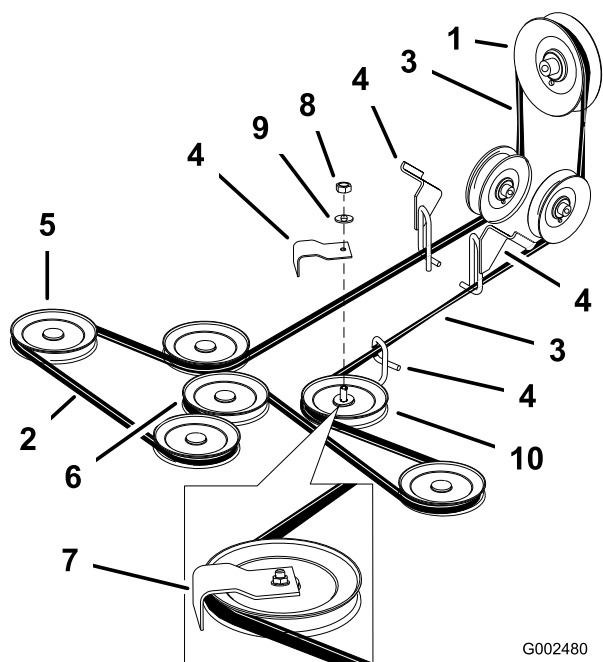

Figura 48
4. Afloje la tuerca que fija la chapa de la polea tensora y desplace la chapa para aliviar la tensión de la correa sobre la polea tensora (Figura 48).
6. Retire la correa del cortacésped de las guías de la correa y retire la correa (Figura 48).
7. Instale la nueva correa del cortacésped alrededor de las poleas de los ejes del cortacésped, la polea tensora, por las guías de la correa, el conjunto del brazo tensor trasero y el embrague (Figura 48).
Nota: Compruebe que la correa no está demasiado retorcida entre una polea y otra. Asegúrese de que no sobrepase lo especificado en Figura 48.
Importante: Compruebe que la correa no está demasiado retorcida entre una polea y otra. Asegúrese de que no sobrepase lo especificado en Figura 48.